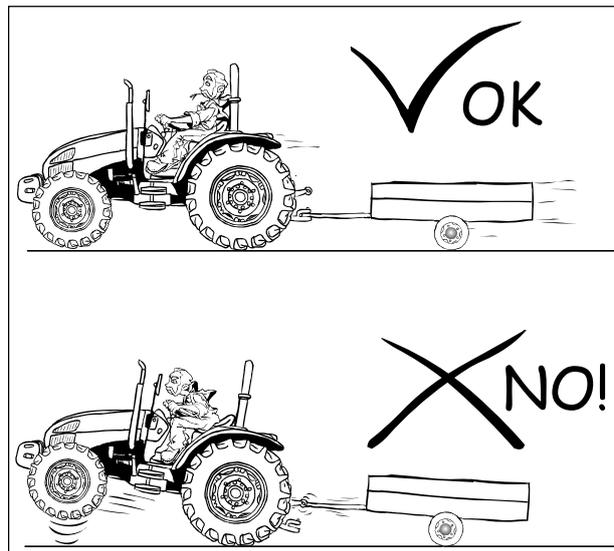

Fig. 2-36
- Só reboque utilizando a barra de reboque. O reboque ou o engate a partir de outros pontos pode provocar o capotamento do tractor (Fig.2-36).